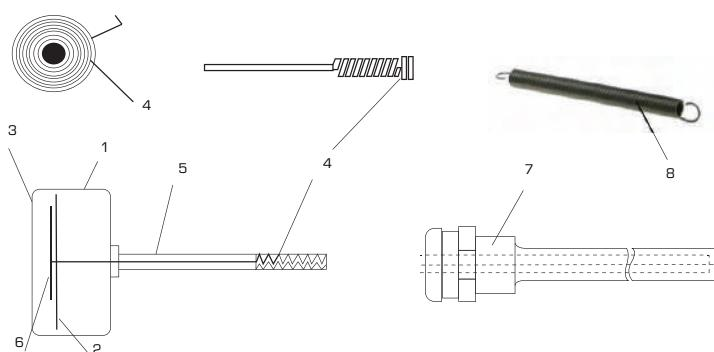

Рис. 3. Устройство показывающего стрелочного термометра
Устройство стрелочного термометра показано на рис. 3. Он состоит из корпуса (1) со шкалой (2), закрытой стеклом (3), термочувствительной биметаллической пружины (4), штока (5) [для погружного термометра], стрелки (6). Погружной термометр комплектуется резьбовой защитной гильзой (7), а накладной – прижимной пружиной (8).
Погружной термометр вставляется в специальную резьбовую гильзу, которая вкручивается в бобышку, предусмотренную на трубопроводе или оборудовании в месте, удобном для наблюдения за показаниями термометра (рис. 3). При этом с целью исключения искажений в показаниях термометра рекомендуется его погружной шток смазать специальной пастой для обеспечения контакта между штоком и защитной гильзой.
Термометр закрепляется на трубопроводе с помощью входящей в его комплект специальной прижимной пружины (рис. 3). Для этого следует: